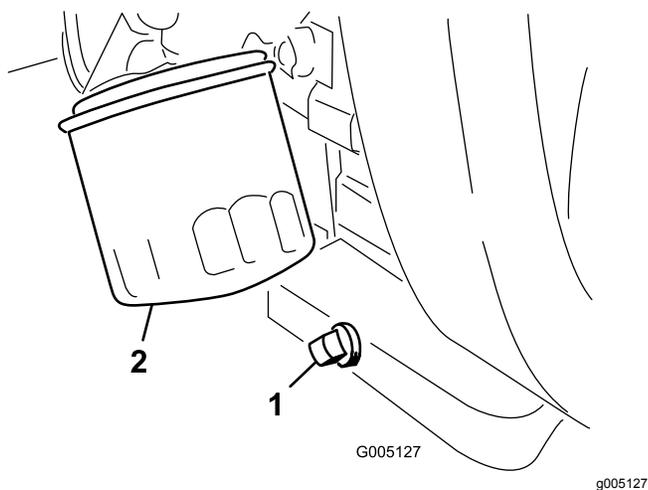

Рисунок 27
1. Снимите пробку сливного отверстия (Рисунок 27) и дайте маслу стечь в сливной поддон.
2. Очистите резьбовую поверхность пробки сливного отверстия, нанесите уплотнитель из тефлона и установите пробку (Рисунок 27).
3. Снимите масляный фильтр (Рисунок 27).